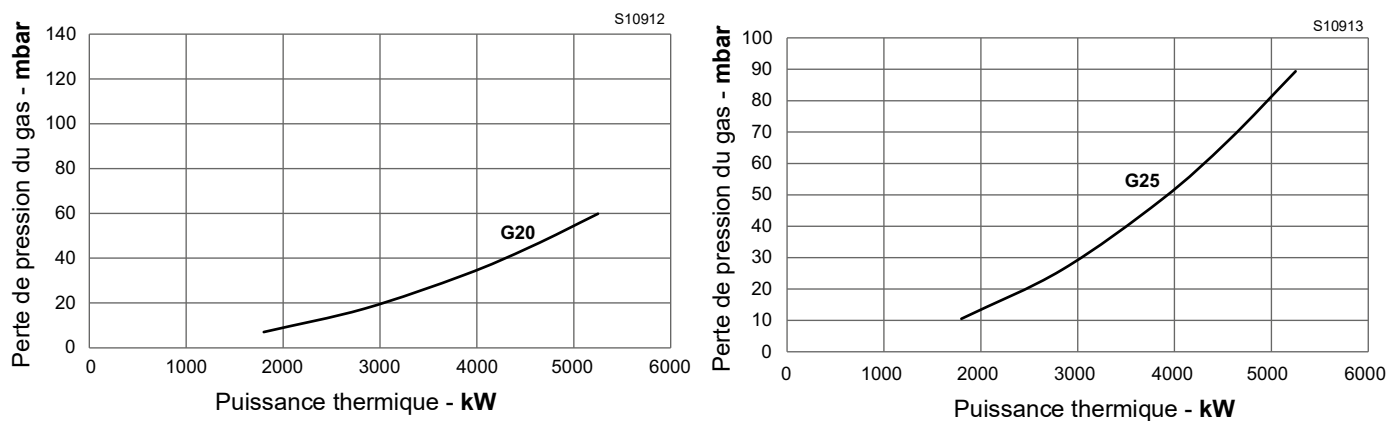
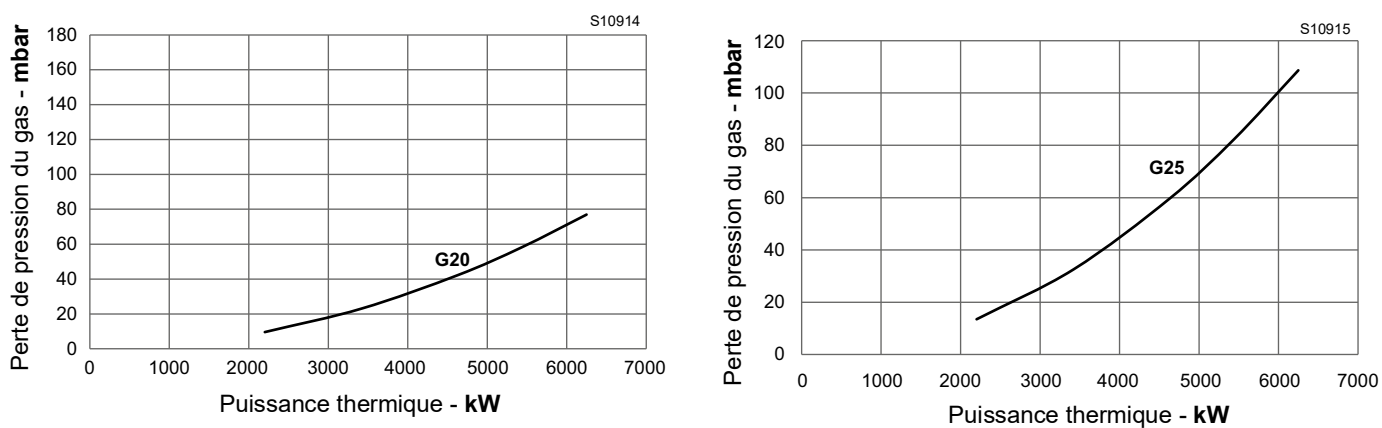

Fig. 26
Fig. 27
Les Fig. 24, Fig. 25, Fig. 26 et Fig. 27 à la page 29 indiquent les pertes de charge minimales sur la ligne d'alimentation en gaz en fonction de la puissance maximale du brûleur.
Les valeurs indiquées dans les Fig. 24, Fig. 25, Fig. 26 et Fig. 27 correspondent à :
- Repérer la valeur la plus proche du résultat obtenu sur les Fig. 24, Fig. 25, Fig. 26 et Fig. 27 à la page 29 pour le brûleur choisi.
À une pression de 53,1 mbar, il correspond sur les Fig. 24, Fig. 25, Fig. 26 et Fig. 27 une puissance de 4450 kW.
- Trouver la valeur de puissance la plus proche à la valeur voulue dans les Fig. 24, Fig. 25, Fig. 26 et Fig. 27 pour le brûleur choisi.